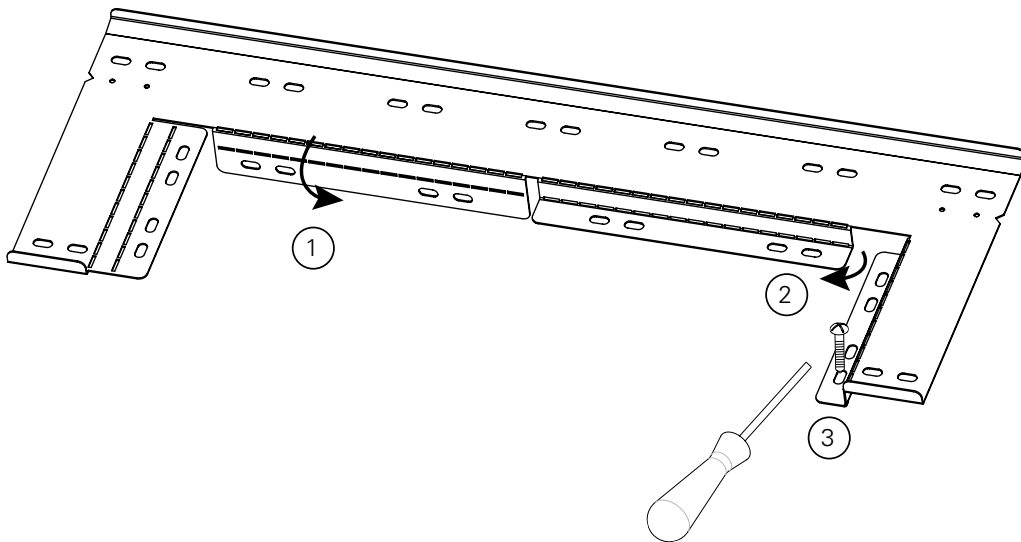

Fig. 6: Bending the wall bracket
- Bocka väggfästet enl. fig. 6. Nu används hålen i den nedbockade delen för att fästa väggfästet på väggen.